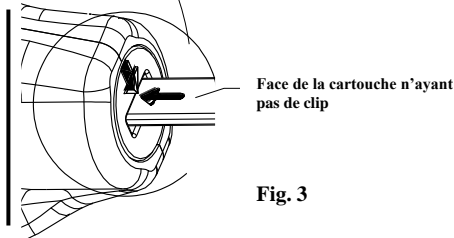

Fig. 3
3. Alignez la flèche située à l'arrière de la pince à clip avec la flèche de la cartouche comme illustré sur la fig. 3 (la flèche de la cartouche doit se voir sur le côté "sans clip" de la cartouche).